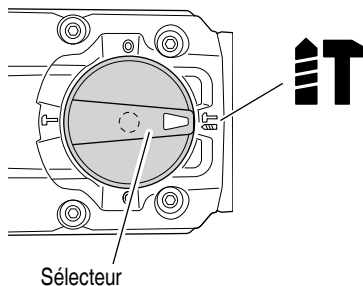

Fig. 22
- (1) Commutation sur "rotation + percussion"
- (b) Alignez ▲ du levier du sélecteur et **IT** du couvercle de la manivelle comme illustré à la Fig. 22.